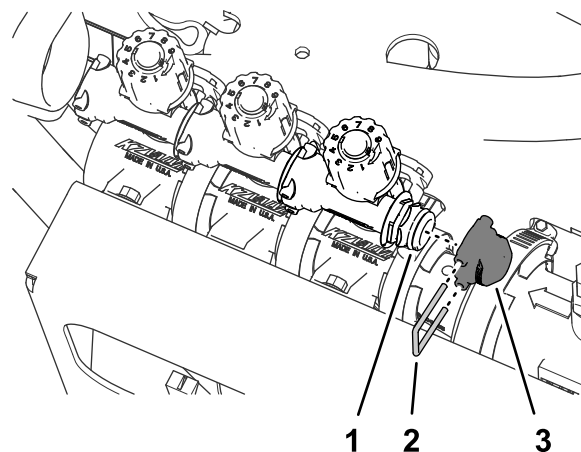

Figura 65
3. Rimuovete il fermo che fissa il tappo al raccordo a disinnesto rapido della valvola di bypass e rimuovete il tappo (Figura 65).